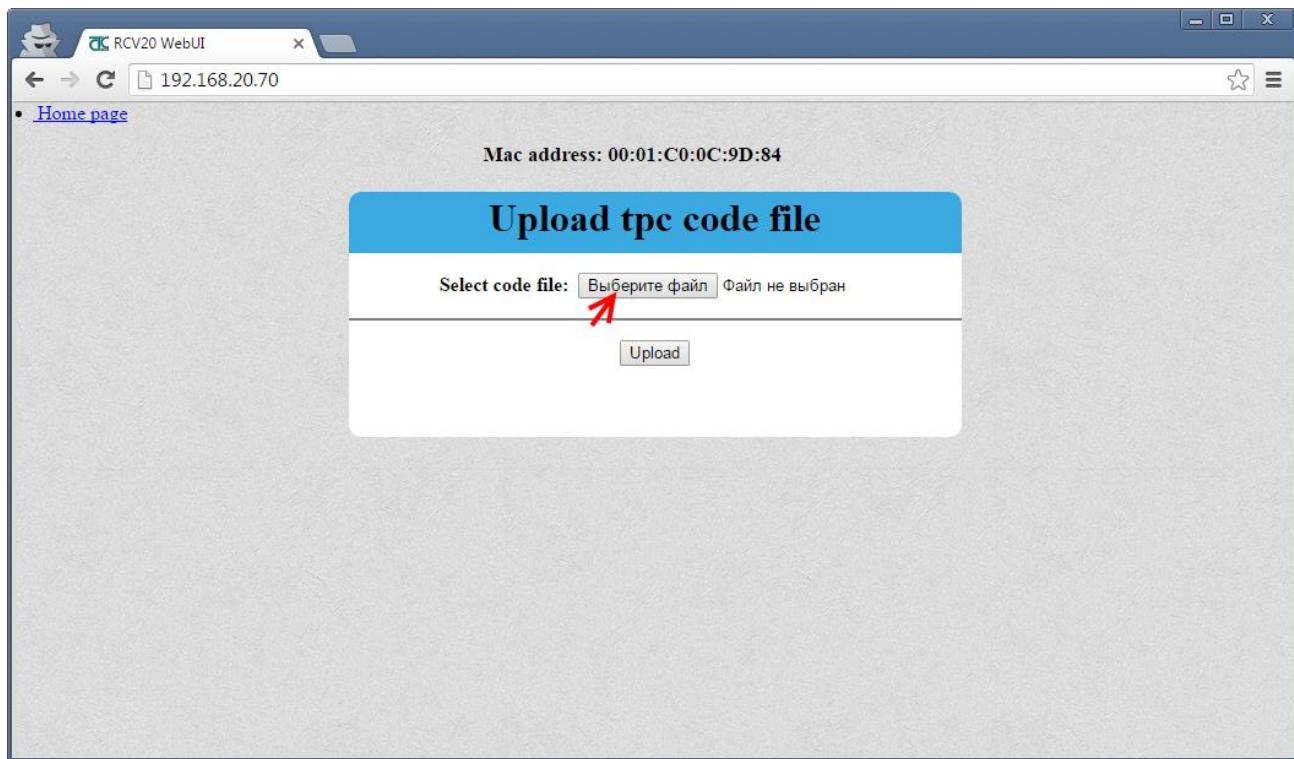

Рисунок 8.35 – Страница «Upload tpc code file»
2) В появившемся окне – выбрать «Upload tpc code file» - см. рис. 8.35.